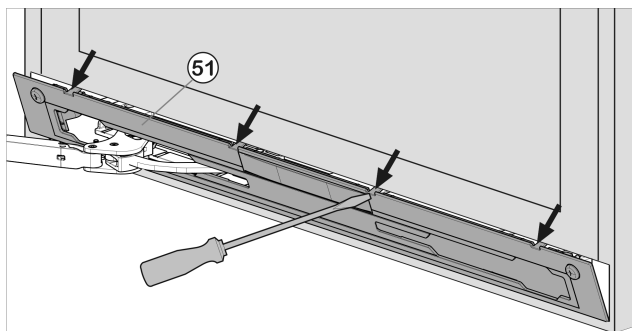

Fig. 18
- Déclipser le panneau Fig. 18 (1) à l'aide d'un tournevis à fente, puis le retirer.